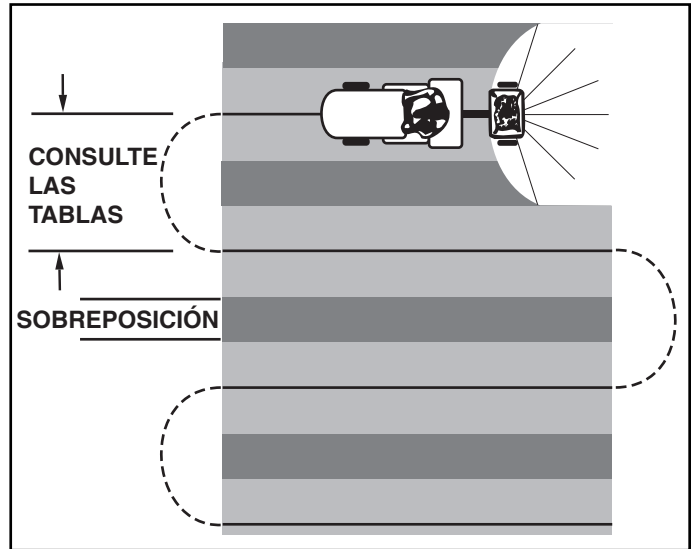

FIGURA 17
8. Para asegurar una cobertura uniforme, haga cada pase de manera que el patrón de voleo se sobreponga livianamente al patrón del pase previo como se muestra en la figura 17. El ancho de voleo aproximado para diferentes materiales se muestra en la tabla de aplicación de esta página.